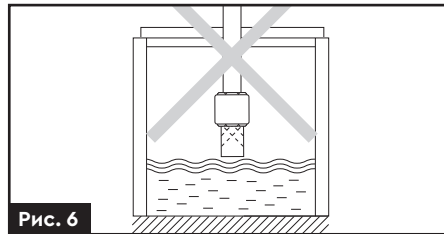

Рис. 6
- Зворотний клапан з фільтром грубого очищення не має бути на рівні або вище за дзеркало води (рис. 6).